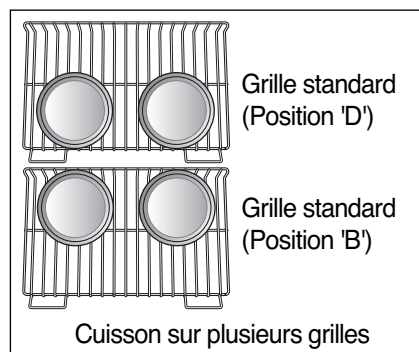

Figure 1
- Si on fait cuire des aliments sur plusieurs grilles dans le four inférieur, utiliser la grille du four inférieur fournie pour obtenir de meilleurs résultats de cuisson. Consulter la Figure 1 à la page suivante.
Placer les moules tel qu'il est illustré aux figures 1 et 2.